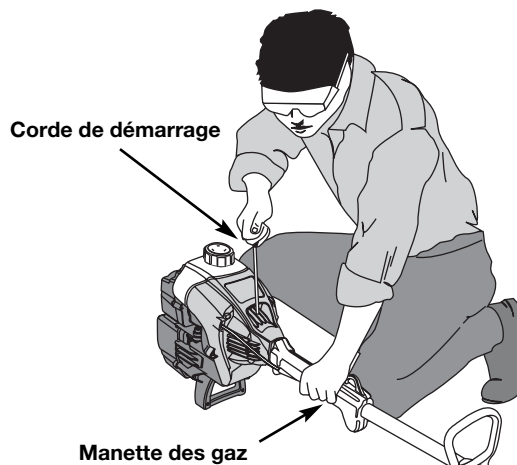

Fig. 8
6. Accroupissez-vous en position de démarrage (Fig. 8), pressez la poignée des gaz et tirez vivement sur le cordon de démarrage à 5 reprises.